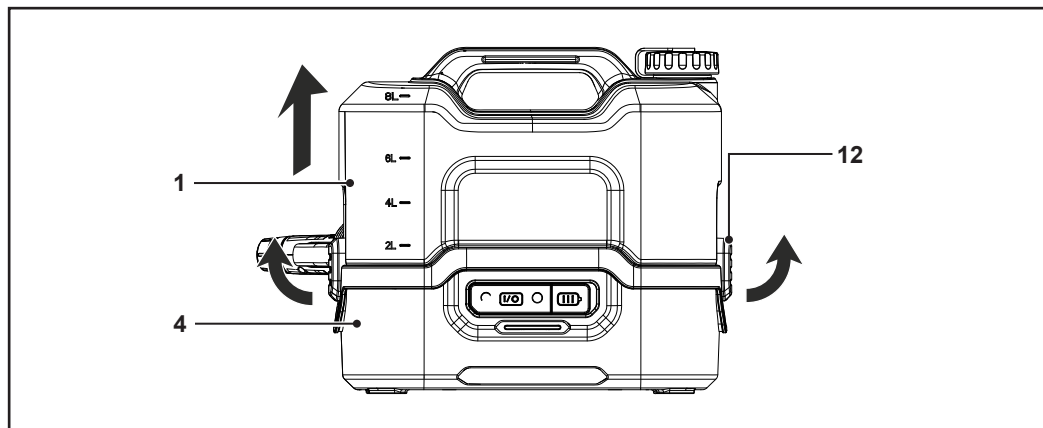

Fig. 2
1. Ouvrir les loquets de verrouillage (12) des deux côtés de la base (4) (Fig. 2).
2. Retirer le réservoir d'eau (1) de la base (4) (Fig. 2).
3. Dévisser le bouchon du réservoir d'eau (3) et remplir le réservoir d'eau (1) avec de l'eau claire jusqu'au repère de niveau de 8L.
4. Fermer le bouchon du réservoir d'eau (3) et essuyer tout déversement.
5. Sortir le pistolet de pulvérisation (9). S'assurer que le tuyau (11) s'insère dans la fente prévue à cet effet pour éviter qu'il ne soit bloqué ou pincé.
6. Placer le réservoir d'eau (1) sur la base (4) et fermer les loquets de verrouillage (12). Le réservoir d'eau ne peut être installé que dans un seul sens, les repères de niveau orientés vers l'avant. S'assurer que le réservoir d'eau est bien installé.